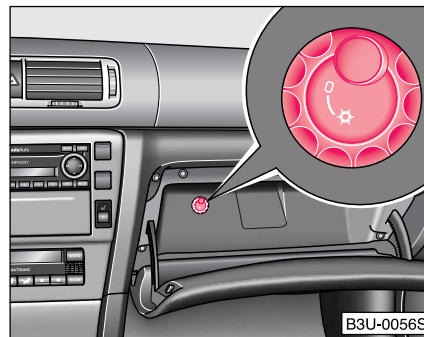

Fig. 87 Torpedoul: Întrerupător pentru sistemul de răcire
- Cu ajutorul întrerupătorului rotativ ⇒ pagina 96, Fig. 87, conectați sau deconectați sistemul de răcire.